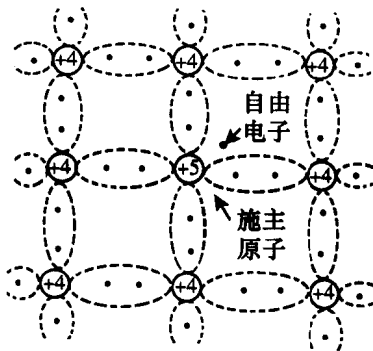

图 1-2 N 型半导体结构示意图
1) N 型半导体 掺入 5 价元素(磷、锑等)杂质原子就替代了晶格中某些硅原子的位置,它的五个价电子中有四个与周围的硅原子结成共价键,多余的一个电子处在共价键外,可以被激发成自由电子。由于杂质原子可以提供电子,故称为施主。如图 1-2 所示。